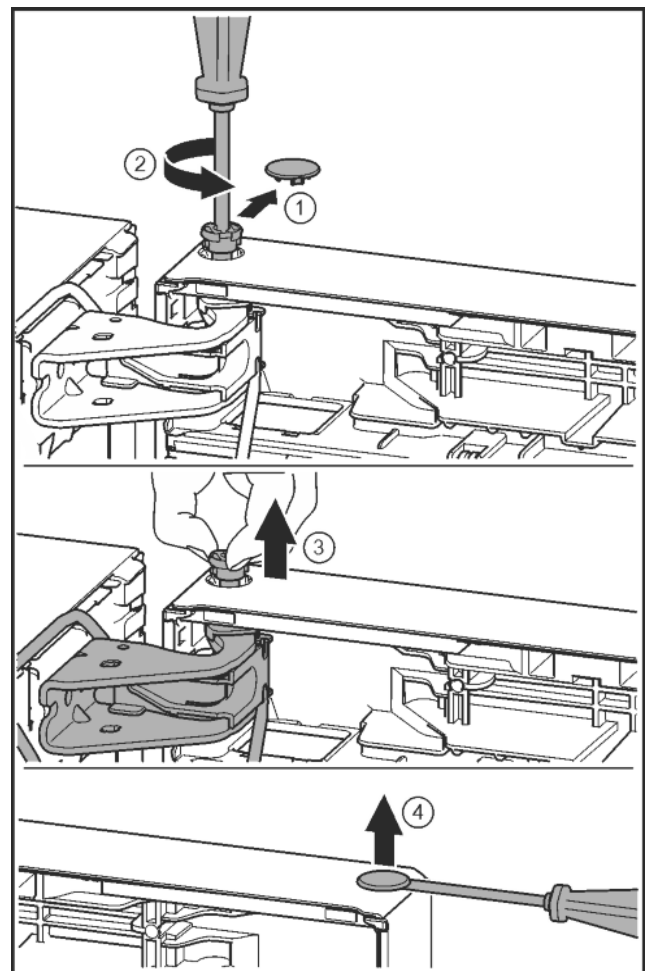

Fig. 21
- ▶ Sicherungsabdeckung vorsichtig abziehen. Fig. 21 (1)
- ▶ Bolzen mit Schraubendreher T15 ein Stück herausdrehen. Fig. 21 (2)
- ▶ Tür festhalten und Bolzen mit den Fingern herausziehen. Fig. 21 (3)
- ▶ Stopfen aus der Türlagerbuchse vorsichtig mit einem Schlitzschraubendreher anheben und herausziehen. *Fig. 21 (4)*